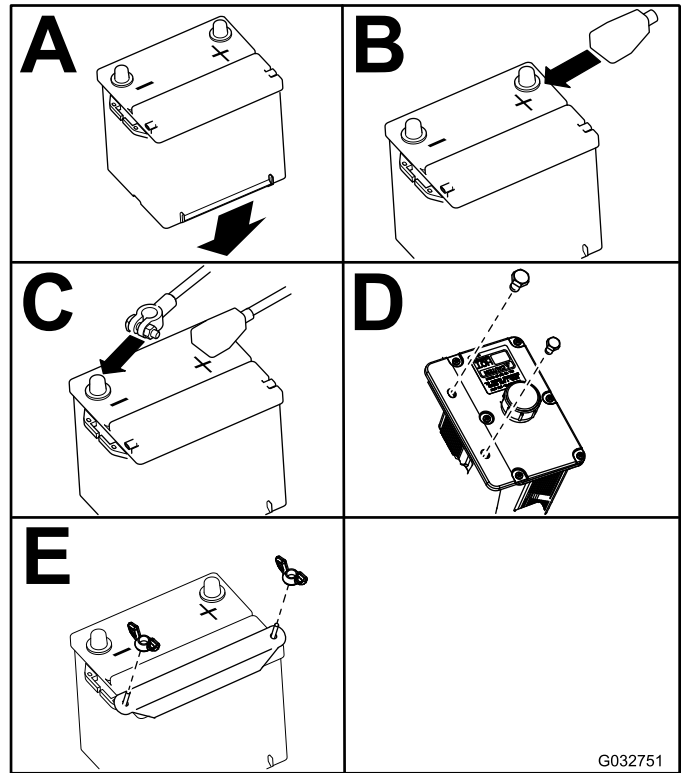

Figure 71
**Remarque:** Placez la batterie dans son support en tournant les bornes à l'opposé du réservoir hydraulique (Figure 71).